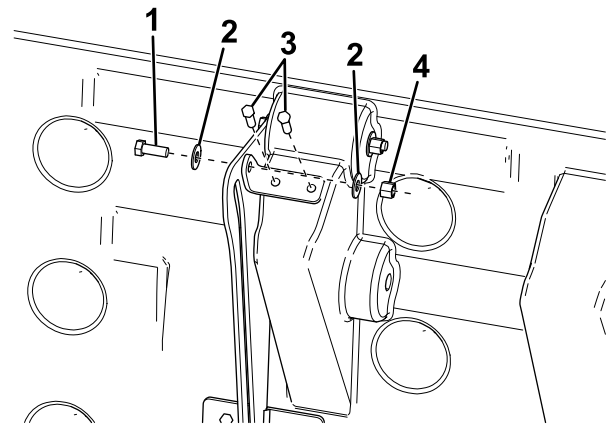

**Figure 4**
- Appuyez la glissière bien à plat contre le rebord du couvercle et fixez-la en place avec 2 vis tire-fond, comme montré à la Figure 4.